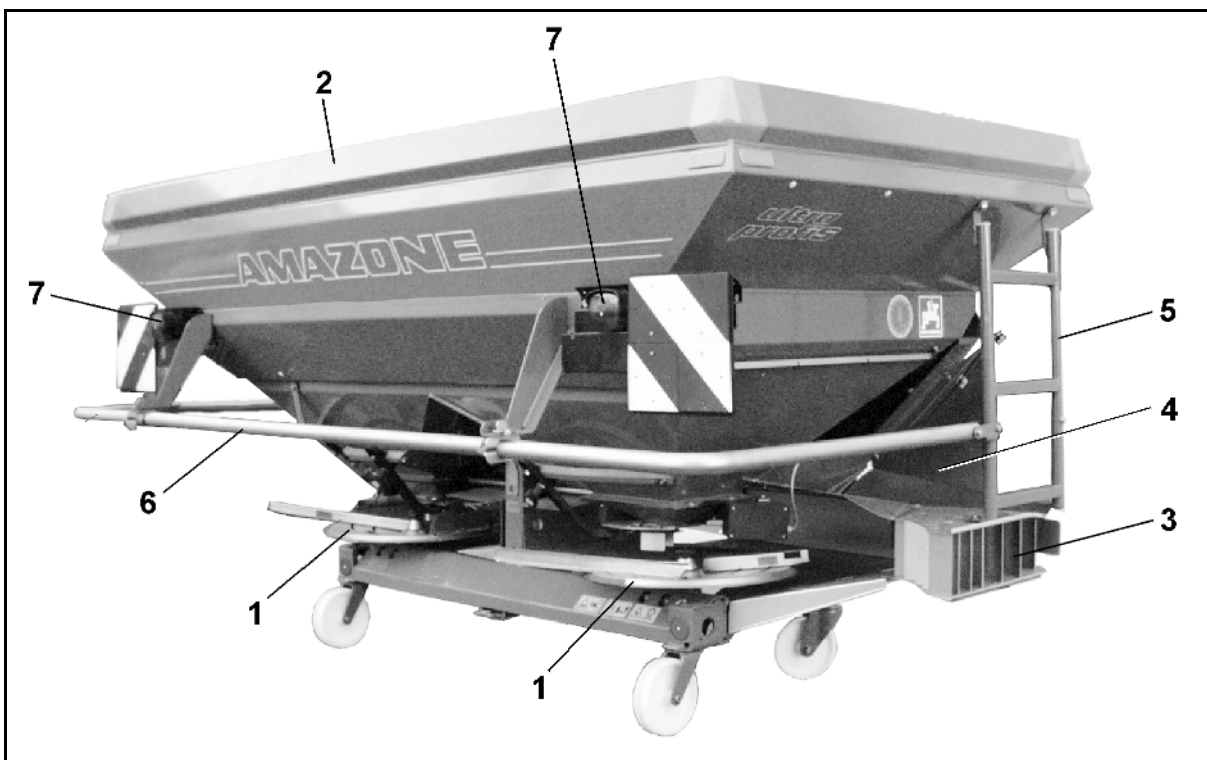

図 33
- 散布ディスク (図 33/1)、
- 延長部 (図 33/2)、
- 左右のトリマー (図 33/3)
- 左右の泥よけ (図 33/4)
- 左右のはしご (図 33/5)
- ガードチューブ (図 33/6)
- 照明 (図 33/7)